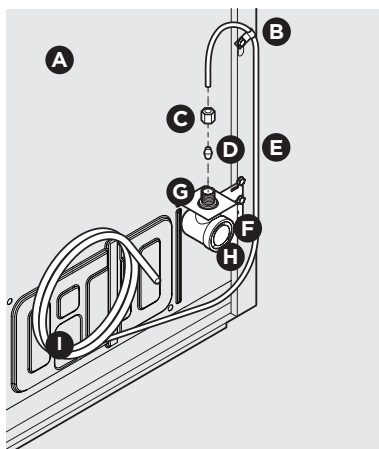

Figura 1
4. Si usa **tubería de cobre** - Deslice la tuerca de compresión de bronce y luego la argolla (manguito) en la línea de suministro de agua. Introduzca hasta el tope la línea de suministro de agua en la entrada de la válvula de agua ( $\frac{1}{4}$ "/6.4 mm). Deslice la argolla (manguito) en la entrada de la válvula y apriete con los dedos la tuerca de compresión en la válvula. Dele otra media vuelta a la tuerca con una llave, NO apriete excesivamente. Véase la figura 1.